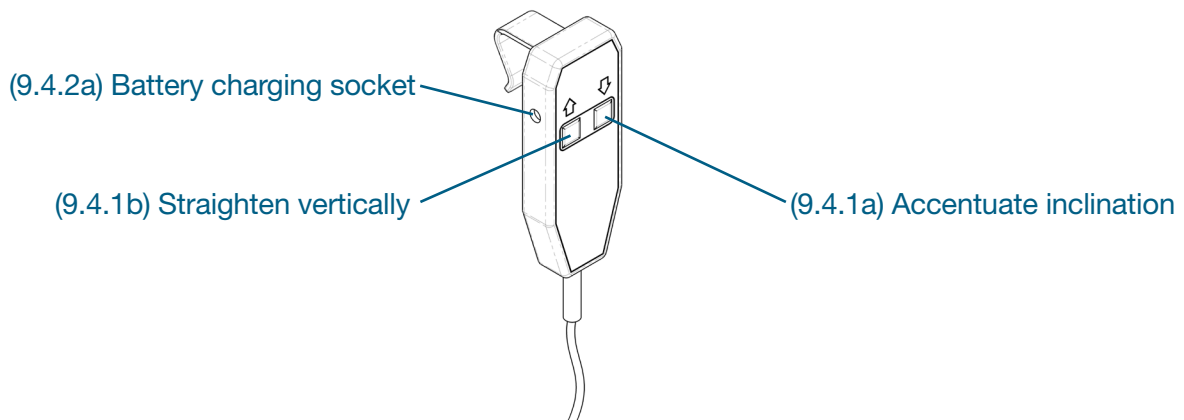

Fig. 9.4
9.4 CONTROLLER OPERATION (fig. 9.4)